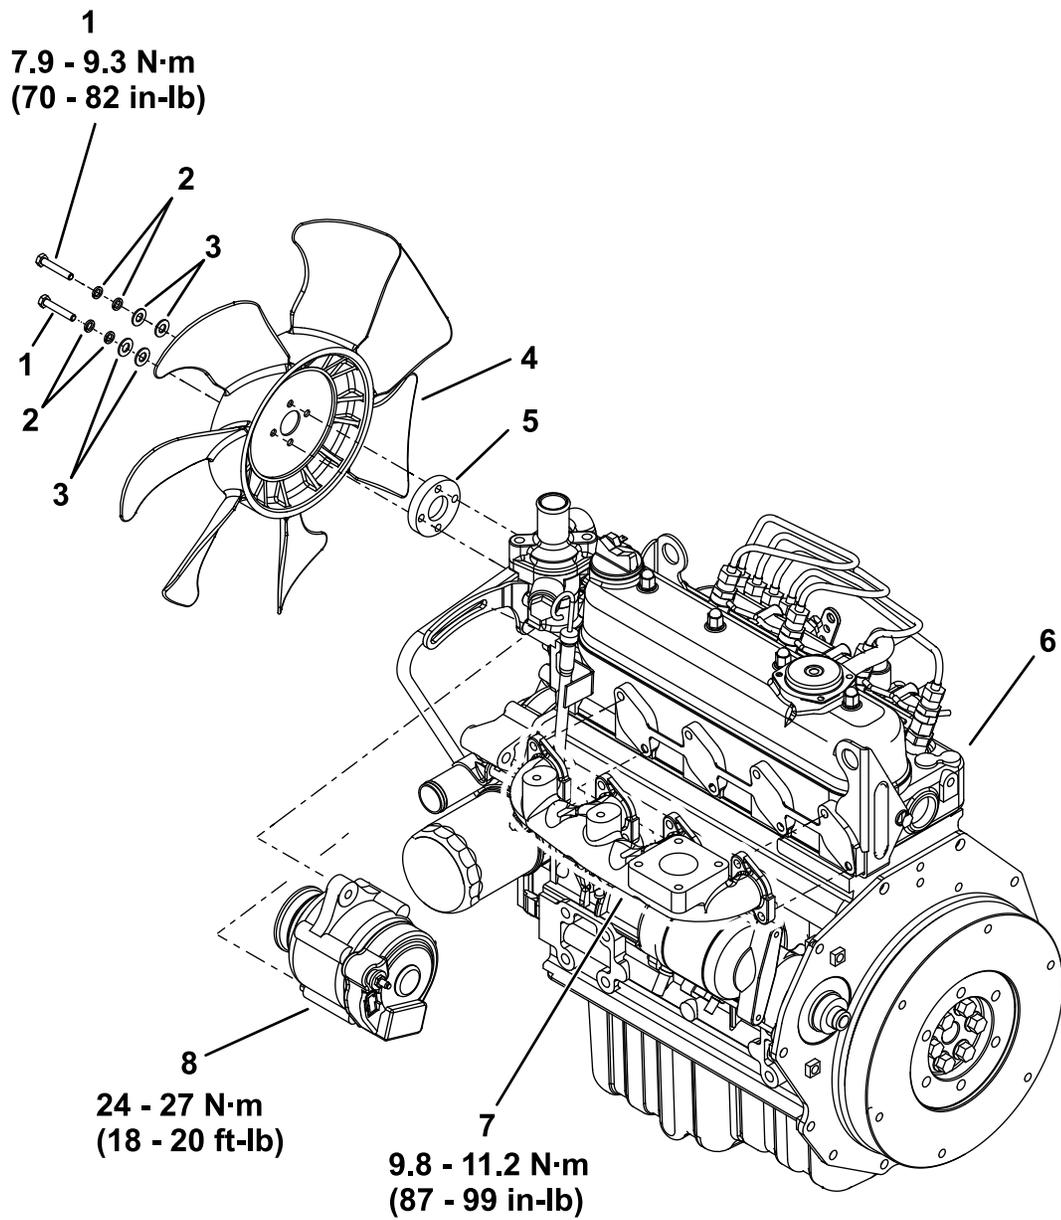

Figura 3
1. Retire las piezas que se muestran en la Figura 3 del motor antiguo e instálelas en el motor nuevo.